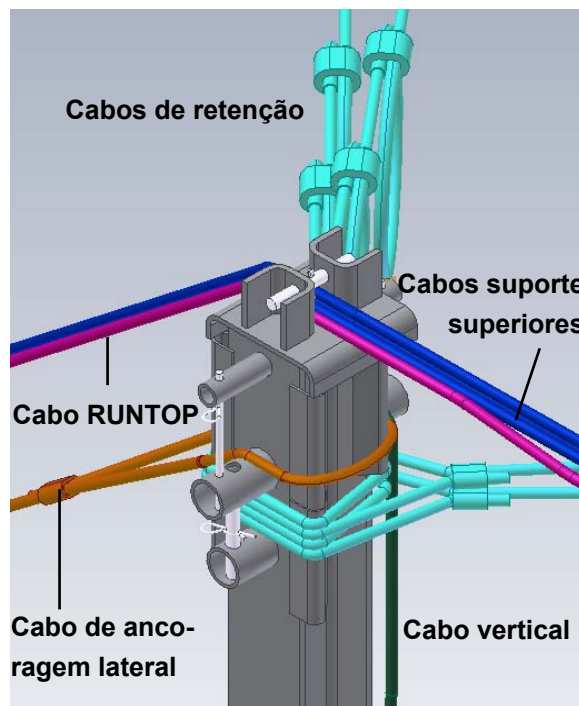

Figura 38 Cabeça do poste lateral
Pendurar a extremidade com a presilha prensada ao redor do poste lateral entre os dois tubos guia superiores (ver figura 38). Empurrar a outra extremidade através da presilha da mais baixa das ancoragens laterais (S) ou a ancoragem para o cabo de ancoragem intermediário, tracionar e apertar com cliques de cabo de aço em conformidade com a EN 13411-5 (DIN 1142).